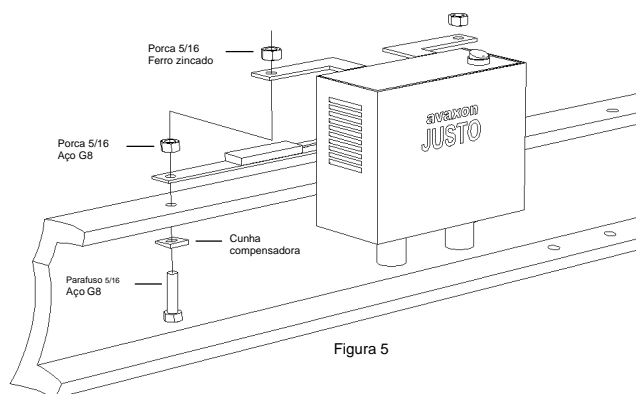
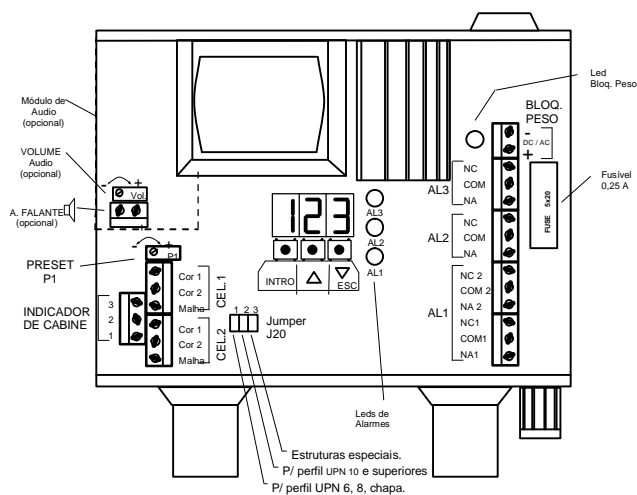

Figura 5
Figura 7
Interface com o usuário. O aparelho tem um conjunto de elementos denominados “entrada/saída” que constituem um meio de diálogo com o instalador no momento da instalação. Retirando a cobertura do aparelho, pode-se observar os seguintes elementos na zona central do circuito, de acordo com a figura 7. Um display de três dígitos mostra a informação que o equipamento deve comunicar ao usuário, por exemplo pesagem em quilogramas, níveis de alarmes, etc. Um jogo de 3 teclas possibilita ao instalador modificar certos parâmetros ou navegar pelo menu de instalação. Estas teclas têm dois significados: “Intro / Esc” aparece quando o equipamento espera uma resposta de confirmação/cancelação por parte do usuário; e “ Δ/∇ ” quando o instalador deve escolher algum parâmetro numérico. Em terceiro lugar um potenciômetro que é ajustado com o parafuso – Preset P1 na figura 7 - que serve de deslocador do sistema de medição, como se verá mais adiante.
Passo 4: Parafuse as células de carga. Ajuste manualmente. Caso necessário (perfil IPN ou UPN), intercale as cunhas compensadoras e deixe os parafusos como mostra a figura 5. Não coloque ainda o equipamento. Aplique adesivo trava-porca em cada parafuso. Não utilize anéis de segurança. As porcas de cada célula devem ser apertadas manualmente antes de utilizar ferramentas específicas (de força), tomando a precaução de não girar as cunhas compensadoras.
Vendo o equipamento de frente e sem a cobertura, os cabos das células de carga devem entrar pelo conector esquerdo. Na mesma lateral do circuito estão os bornes de conexão, onde as células de carga são conectadas. Ver figura 7. Os cabos de cor podem ser trocados entre si em cada célula.
Passo 8: Configuração. Para fixar os parâmetros numéricos de trabalho do equipamento é utilizado o display de 8 dígitos e as três teclas localizadas na zona central da figura 7. Esta configuração é feita com a cabine colocada perto do andar mais baixo do trajeto. A figura 5 da *Guia Rápida de Instalação e Configuração (folha separada do manual)* pode ser usada como **referência rápida**.
8.a. Jumper J20. Conforme for o tipo de ferro onde são montadas as células de carga, corrigir, caso for necessário, a posição do jumper J20 da figura 7.
Passo 9: Conecte bloqueio de peso. Para inibir a pesagem quando o elevador estiver em funcionamento, existem bornes de conexões etiquetados "BLOQ. PESO". Ver figura 7.
Passo 10: Conecte os alarmes. Faça as conexões adequadas no painel de conexões de alarmes (ver figura 7) objetivando executar a ação desejada ante o acionamento dos alarmes configurados. **Ver esquema e exemplos** na folha de *Observações Úteis*.
Sistema de audio. Se houver um módulo de audio digital, instale e conecte o alto-falante nos bornes de conexão indicados no equipamento (ver figura 7). Quando estiver em funcionamento, ajuste o volume.